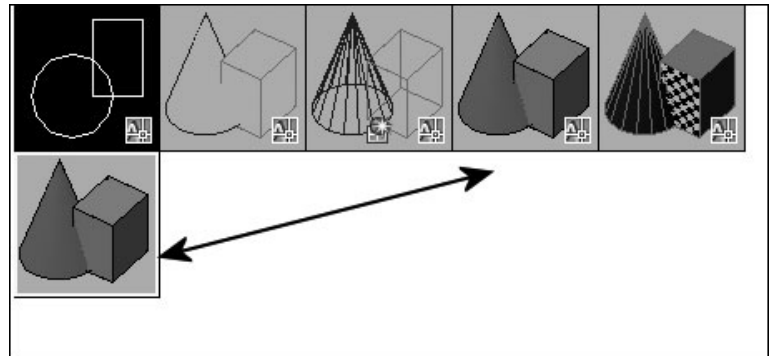

Fig.22.17
- 2 Effectuez à nouveau un clic droit et choisissez **Coller** (Paste). Une icône est dupliquée dans la section Styles visuels disponibles dans le dessin (fig.22.17).